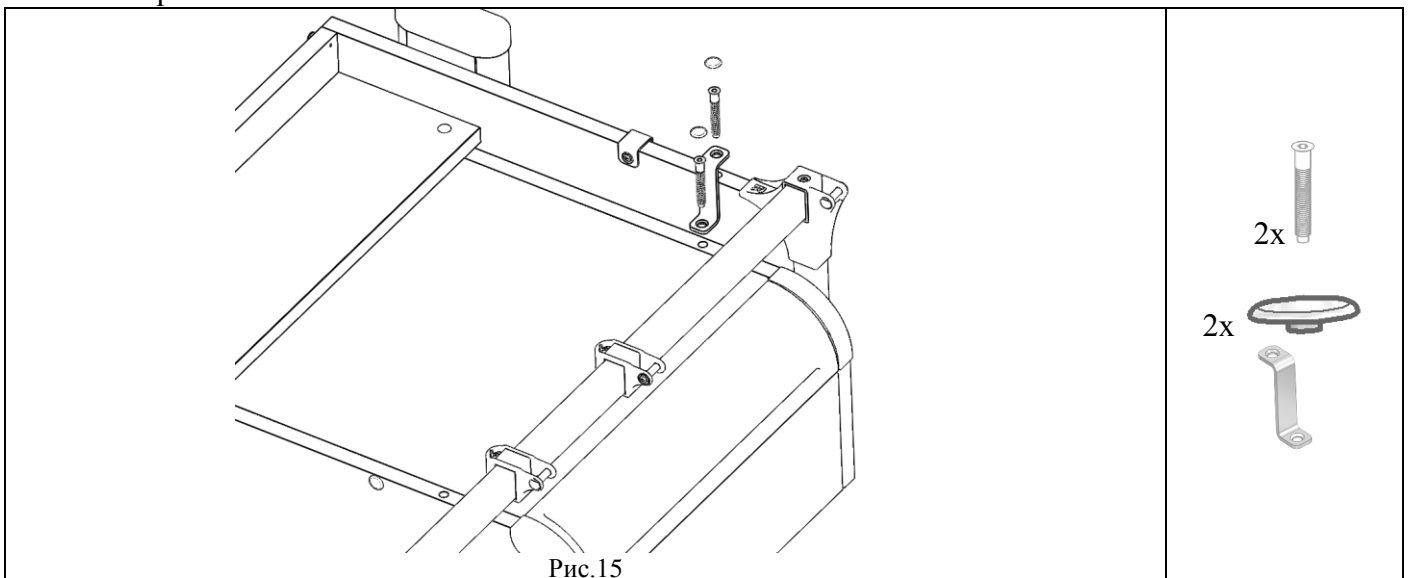

Рис. 15
4.4.2. Закрепить тумбочку к боковине правой или левой при помощи винтов конфирмат (поз.2, пакет №138), используя для скрепления СУТ.11.003 Кронштейн (поз. 12, пакет №138). На винты конфирмат поверх установить СУТ.11.006.Заглушки конфирмат (поз.3, пакет №138), см. рис. 15.